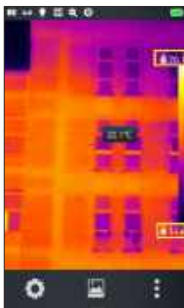
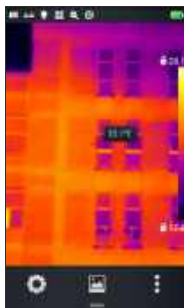

图1
图2
1. 实时成像界面点击调色板顶部或底部温度数据区域（如图1所示黄色方框区域），进入“手动调光模式”，调光参数加锁（如下图2所示）